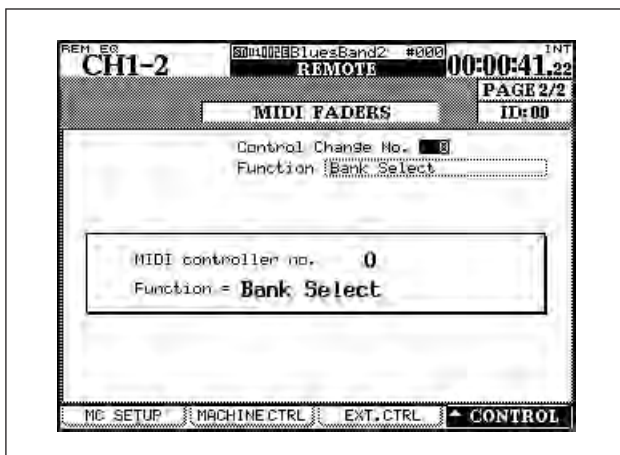

Figure 8.5: Ecran de configuration des faders MIDI
- 2 Réglez le message de changement de commande (CC) à l'aide de l'écran de configuration CONTROL ci-dessous en Figure 8.5, *Ecran de configuration des faders MIDI* ou dans le champ ID de l'écran EXT. CTRL :